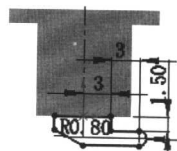

图 1.7 横断面草图
② 定义横断面草图。在草绘环境中绘制图 1.7 所示的横断面草图。
③ 选择下拉菜单 **插入(I)** → **退出草图** 命令，退出草绘环境，此时系统自动生成薄片 1。